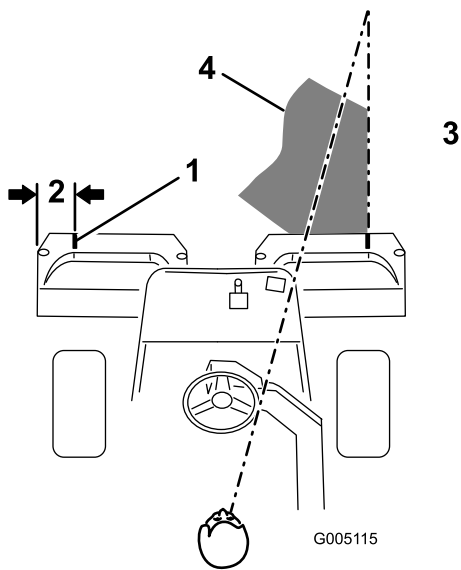
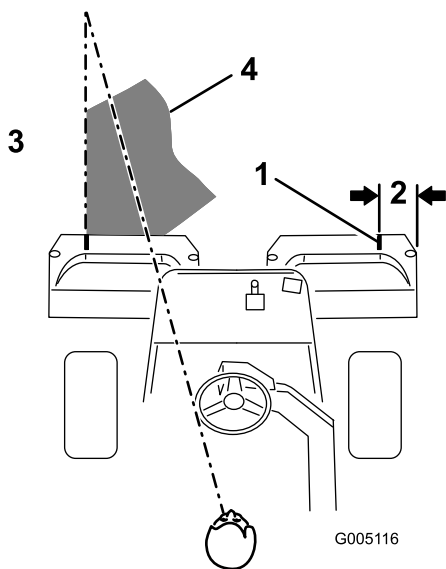

Figure 29
Figure 30
- Placez une bande de papier blanc ou un trait de peinture sur chaque bac parallèlement à son bord extérieur (Figure 29).
- Minimisez le chevauchement de la passe précédente lors de la passe de retour. Pour vous aider à conserver une ligne droite en travers du green et à maintenir la machine à égale distance du bord de la passe précédente, établissez une ligne de vision imaginaire à environ 1,8 à 3 m en avant de la machine jusqu'au bord de la partie non coupée du green (Figure 29 et Figure 30). Certaines personnes trouvent utile de faire passer la ligne de vision par le bord extérieur du volant, c.-à-d. de maintenir le bord du volant aligné avec un point se trouvant toujours à la même distance par rapport à l'avant de la machine (Figure 29 et Figure 30).